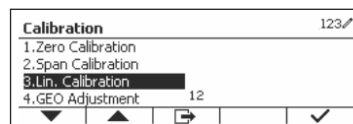

Figure 15
- Appuyez sur le bouton multifonction correspondant à l'icône ✓ pour accéder au sous-menu d'étalonnage. Faites défiler jusqu'à l'entrée « Lin. Calibration » (Étalonnage de linéarité) en utilisant le bouton multifonction correspondant à l'icône ▼. (Voir Figure 15)